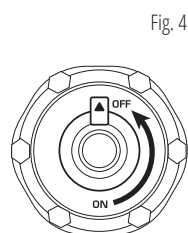

Fig. 4
7. Après l'arrêt, laissez refroidir le générateur et fermer l'évent sur le bouchon du réservoir de carburant (pour le modèle KSB 21i S position OFF, fig. 4).